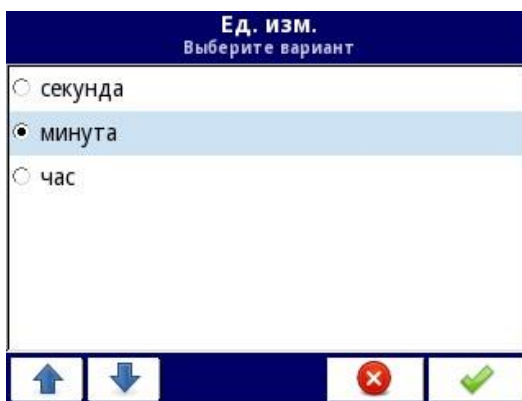

Рисунок 2.26
- редактор выбора одного варианта (см. рисунок 2.26);